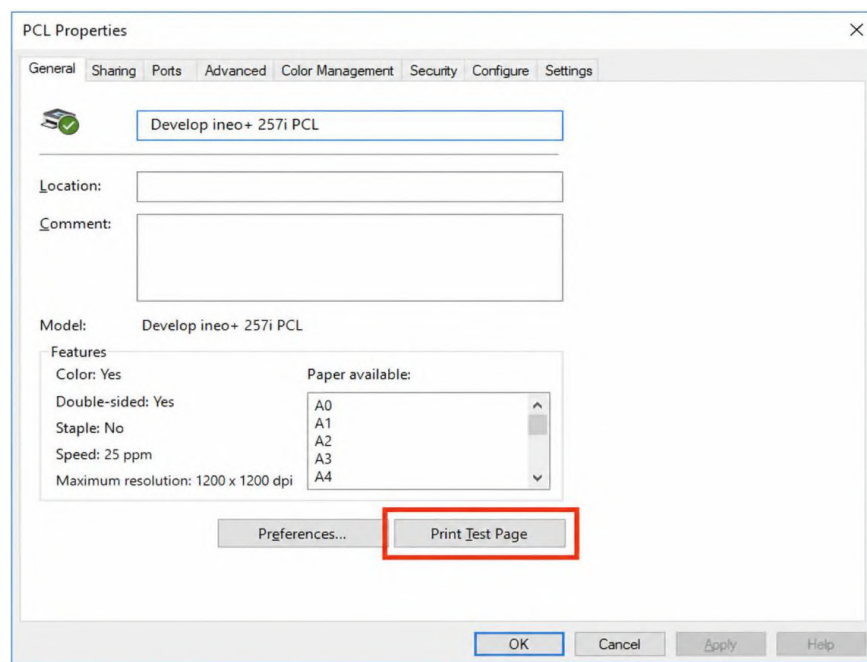

Рисунок 2.6 – Виконання друку тестової сторінки
3. У вкладці [General] потрібно натиснути кнопку [Print Test Page] (див. рис. 2.6).